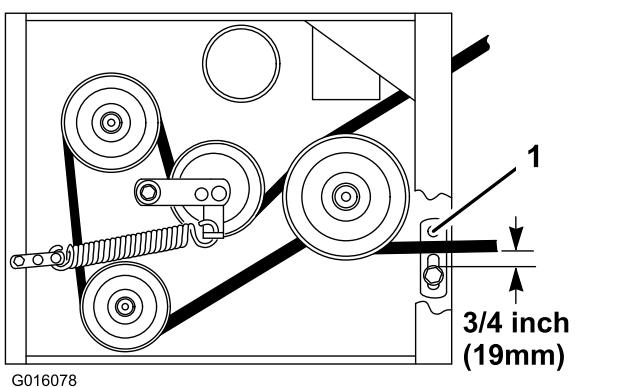

Figura 48
- 8. Verificate la regolazione corretta del guidacinghia sotto il telaio del motore (Figura 48).
Nota: Con la cinghia del tosaerba inserita, assicuratevi che la distanza tra il guidacinghia e la cinghia del tosaerba sia pari a 19 mm (Figura 48). Regolate il guidacinghia del tosaerba come opportuno. Se le guide sono regolate correttamente, la cinghia, quando è disinnestata, non dovrebbe opporre troppa resistenza né staccarsi dalle pulegge.